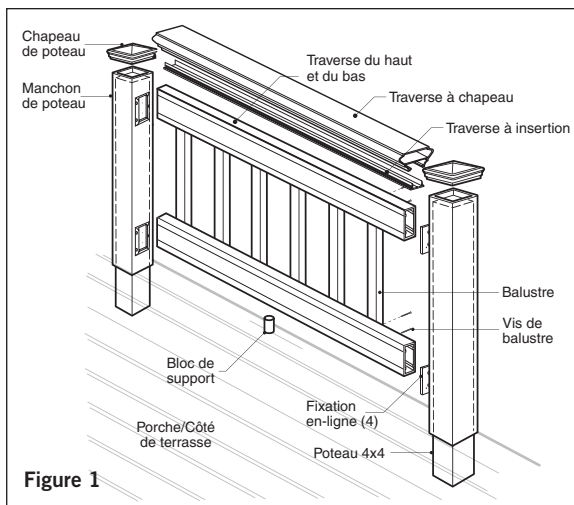
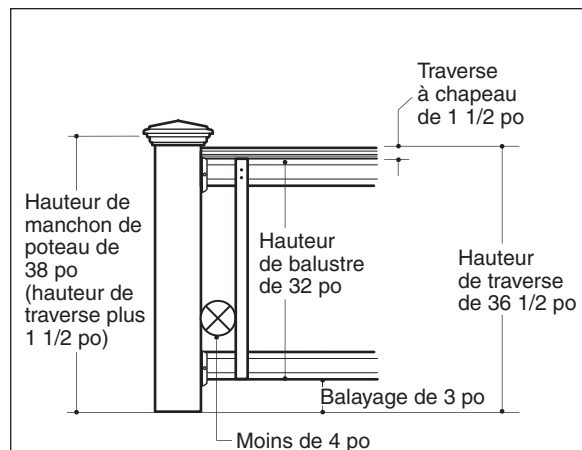

Figure 1
Figure 4a
Étape 5 : Taillez les manchons de poteaux 4x4 pour la longueur. Les manchons de poteaux devraient être d'un moins 1 1/2 po plus longs que la hauteur d'ensemble des traverses (**figure 4a et 4b**). Prévoyez un autre 1 1/2 po dans votre calcul si vous installez la traverse à chapeau optionnelle. Exemple : Pour une traverse de 36 po de haut, taillez le manchon de poteau à au moins 37 1/2 po (39 avec la traverse à chapeau). Si vous le désirez, le manchon de poteau peut rester plus long.
Étape 6 : Mesurez la distance entre les manchons de poteaux installés pour déterminer la longueur des traverses du haut et du bas (**figure 1**). La distance entre le poteau et le premier balustre devrait être de moins de 4 po et égale des deux côtés (**figure 4a et 4b**). Retirez un autre 1/4 po aux deux extrémités (1/2 po en tout) pour la fixation pour s'ajuster entre la traverse et le poteau. Taillez les traverses du haut et du bas selon la longueur.
Étape 8 : Placez la traverse du bas entre les poteaux et le centre. **Vérifiez les exigences du code de la construction pour l'espacement maximum entre la surface de la terrasse et le bas de la traverse (balayage).** Un espacement de 3 po est recommandé, mais peut être plus ou moins élevé si les codes le permettent (**figures 4a et 4b**). Marquez la position de la fixation sur les deux poteaux. Retirez la traverse. Marquez les emplacements des vis et pré-percez à travers le manchon du poteau en utilisant un foret de 1/4 po. Installez chaque fixation au poteau avec deux longues vis de 2 po.
Étape 9 : Il faut un bloc de support au centre de chaque traverse. Taillez le bloc de support à la bonne hauteur. Installez au bas de la traverse inférieure (reportez-vous à la figure 1). Trouvez le centre de la traverse et pré-percez avec un foret de 1/8 po. Installez le raccord du bloc de support avec la vis incluse. Marquez l'emplacement du bloc de support sur la surface de la terrasse et attachez l'autre raccord du bloc de support à la terrasse avec la vis incluse. Installez la traverse inférieure entre les poteaux. Utilisez les fixations comme guide, pré-percez chaque trou de vis avec un foret de 1/8 po et fixez chaque extrémité aux fixations avec deux vis longues de 1 po. Conseil : Utilisez un foret rallonge de tournevis pour éviter de tacher la traverse ou le manchon du poteau avec le mandrin porte-foret.
Étape 10 : Les figures 4a et 4b montrent comment dimensionner une traverse de 36 po de haut. Si vous désirez avoir une traverse à une hauteur différente, utilisez les figures 4a et 4b comme outils de planification pour déterminer la hauteur de coupe des manchons de poteaux et les blocs de support. Remarque : Utilisez une fixture pour assurer une longueur constante (+/- 1/16 po).
Étape 7 : Il faut un bloc de support au centre de chaque traverse. Coupez le bloc de support à la hauteur voulue. Installez au bas de la traverse inférieure (reportez-vous à la figure 1). Trouvez le centre de la traverse et pré-percez avec un foret de 1/8 po. Installez le raccord du bloc de support avec la vis incluse. Marquez l'emplacement du bloc de support sur le filet de la marche et attachez l'autre raccord de bloc de support au filet de la marche avec la vis fournie.